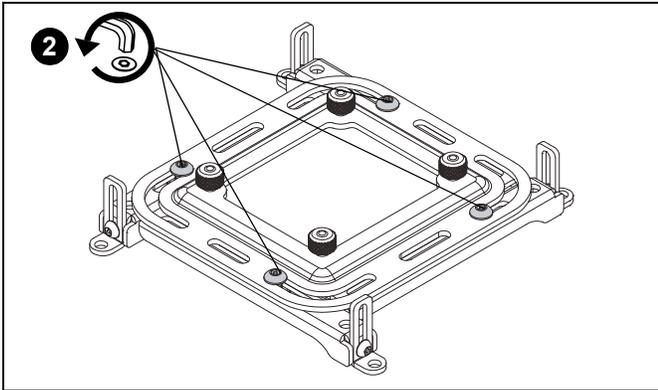

Figura 12
2. Afloje, pero NO retire, los tornillos que fijan las patas a la interfaz universal. (Consulte Figura 12)